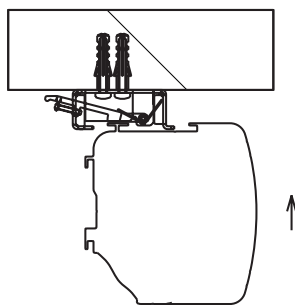

Fig. 6
2. Soulevez dès à présent le carter de l'écran à deux personnes et insérez-le avec précaution dans les équerres de montage. Veillez à ce que le carter s'enclenche dans les crochets des équerres. Poussez maintenant le carter lentement jusqu'à ce que l'écran s'enclenche en place avec un clic. (voir Fig. 6)